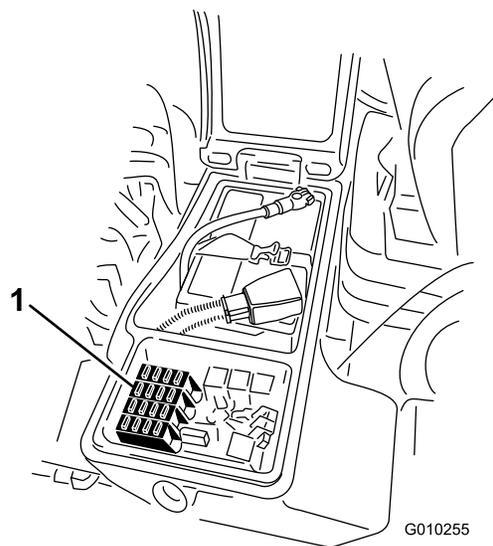
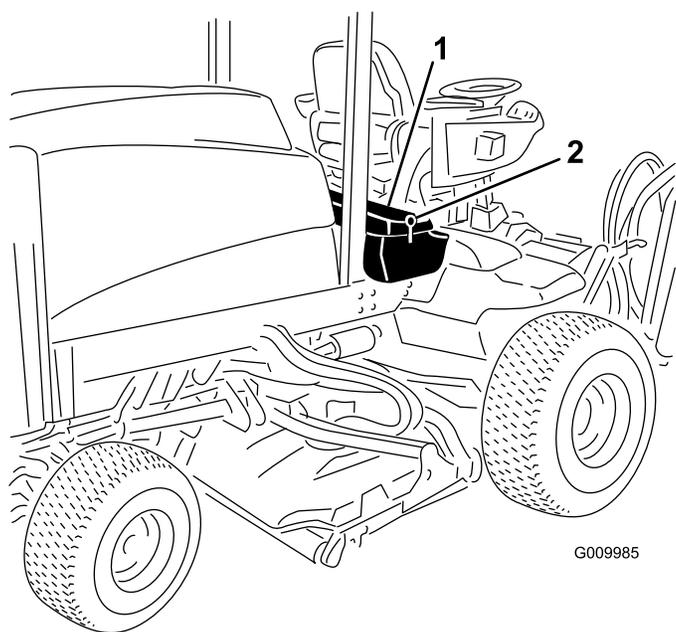

Figura 55
Figura 54
1. Desaperte o trinco da cobertura da caixa de armazenamento direita e levante a cobertura (Figura 54) para expor o bloco de fusíveis (Figura 55).
3. Feche a cobertura da caixa de armazenamento direita e prenda a cobertura com o trinco (Figura 54).
2. Substitua o(s) fusível(is) aberto(s) conforme necessário (Figura 55).